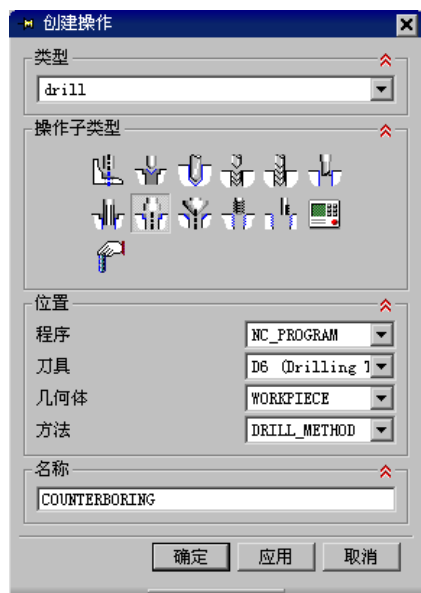

图 6.6.4 “创建操作”对话框
Step1. 选择下拉菜单 **插入(S) → 操作(O)...** 命令，系统弹出图 6.6.4 所示的“创建操作”对话框。